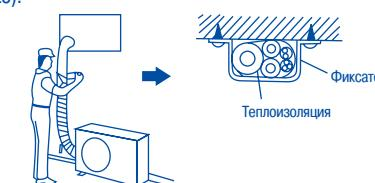

Рис. 23
- (1) Соберите трубопроводы, дренажный шланг и кабель (если это допускается действующими стандартами) в хут и оберните его белой декоративной лентой.
- (2) Оберните лентой часть хуга, расположенную снаружи помещения, начиная от наружного блока (рис. 23).